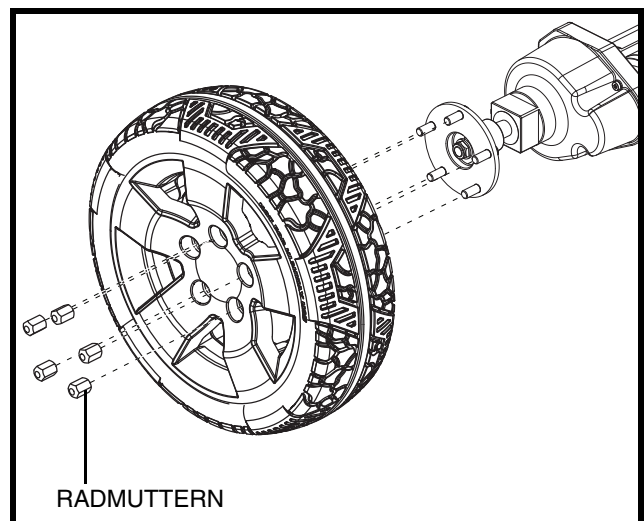

Abb. 24. Vollgummi Reifenradenthebung
3. Die fünf (5) Radmuttern entfernen. **See figure 24.**
6. Die Funf (5) Radmuttern wieder installieren und fütziehen.